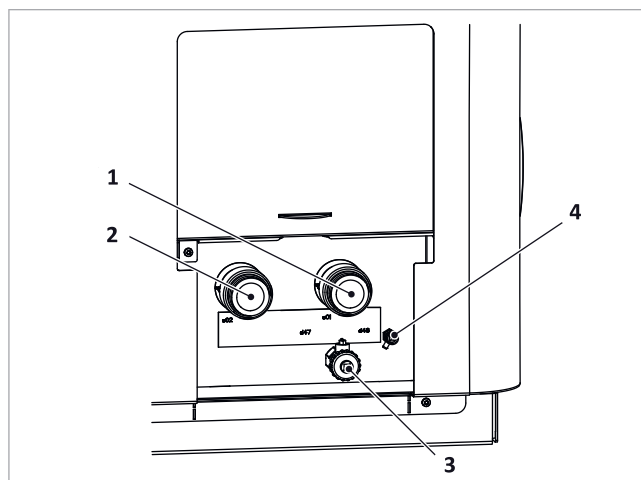
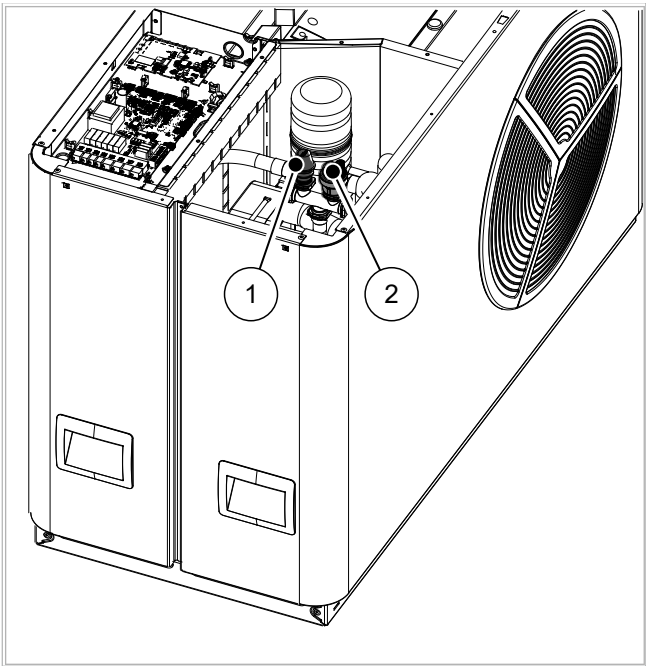

Fig. 17: SolvisLea: Attacco idraulico
Fig. 19: SolvisLea 8,3 Premium
1. Riempire l’impianto come illustrato nelle istruzioni di montaggio per lo svuotamento dell’accumulatore (➔ fig. 17, 3)
2. Aprire lo sfiatore automatico (➔ fig. 19, 2) e liberare il sistema delle tubazioni della pompa di calore dai gas, aprendo lo sfiato, vedi ➔ fig. 17 (4).